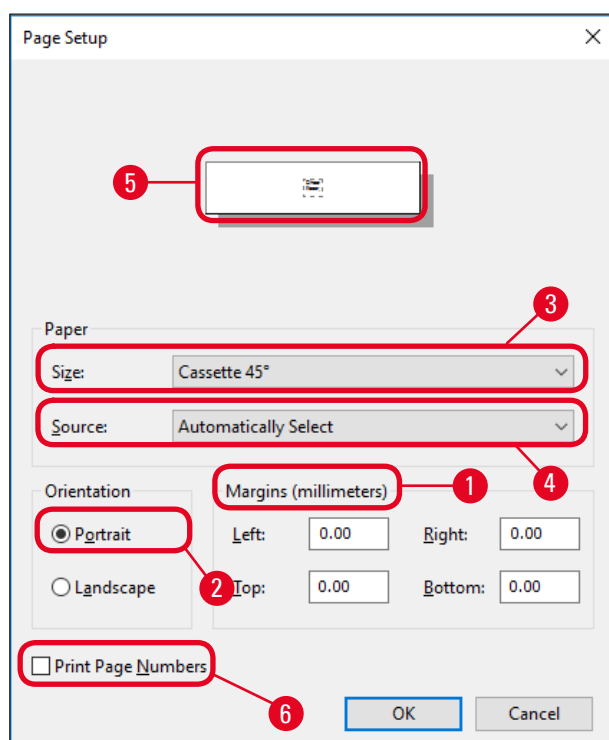

Fig. 45
3. Först måste du välja utskriftsformat: Klicka på **File** (Arkiv) > **Page Setup** (Utskriftsformat) för att öppna dialogrutan **Page Setup** (Utskriftsformat) (→ "Fig. 45").